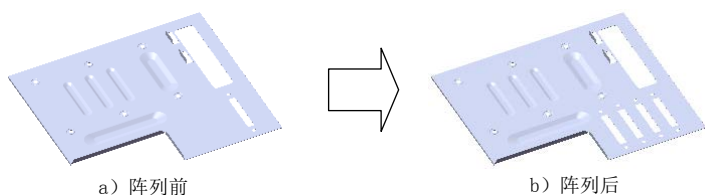
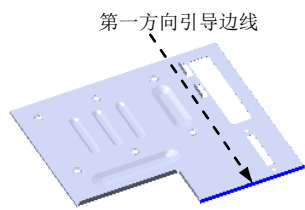

图 17.10.104 创建阵列 (线性) 2
图 17.10.105 阵列引导边线
Step31. 创建图 17.10.104 所示的阵列 (线性) 2。
(1) 选择命令。选择下拉菜单 **插入(I)** → **阵列/镜向(E)** → **线性阵列(L)...** 命令, 系统弹出“线性阵列”对话框。
(2) 定义阵列源特征。单击 **要阵列的特征(F)** 区域中的文本框, 选取设计树中的切除一拉伸 5 作为阵列的源特征。
(3) 定义阵列参数。单击 **方向1** 区域中  后的文本框, 选取图 17.10.105 所示的边线为第一方向引导边。在 **方向1** 区域的  文本框中输入数值 40.0, 在 **#** 文本框中输入数值 4。
(4) 单击  按钮, 完成阵列 (线性) 2 的创建。